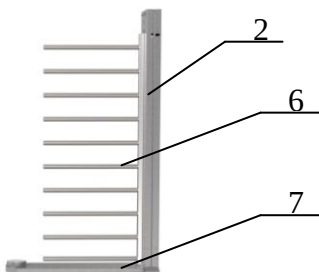

Рис. 1
1. Сборка турникета. Рис. 1, 2, 3 (вариант сборки двумя сборщиками):
прохода 2 (рис.1); состыкуйте указанные элементы друг с другом соединительными элементами и закрутите по три болта М12 с каждой стороны; поставьте собранный портал вертикально на месте установки турникета; закрепите к стойке ограничения прохода напольную плиту 7 (рис.1) четырьмя винтами М12.
Состыкуйте лопасть ограничителя прохода 6 (рис.1) со стойкой ограничения прохода 2 (рис.1) и закрепите винтами М8 с дистанционными втулками;